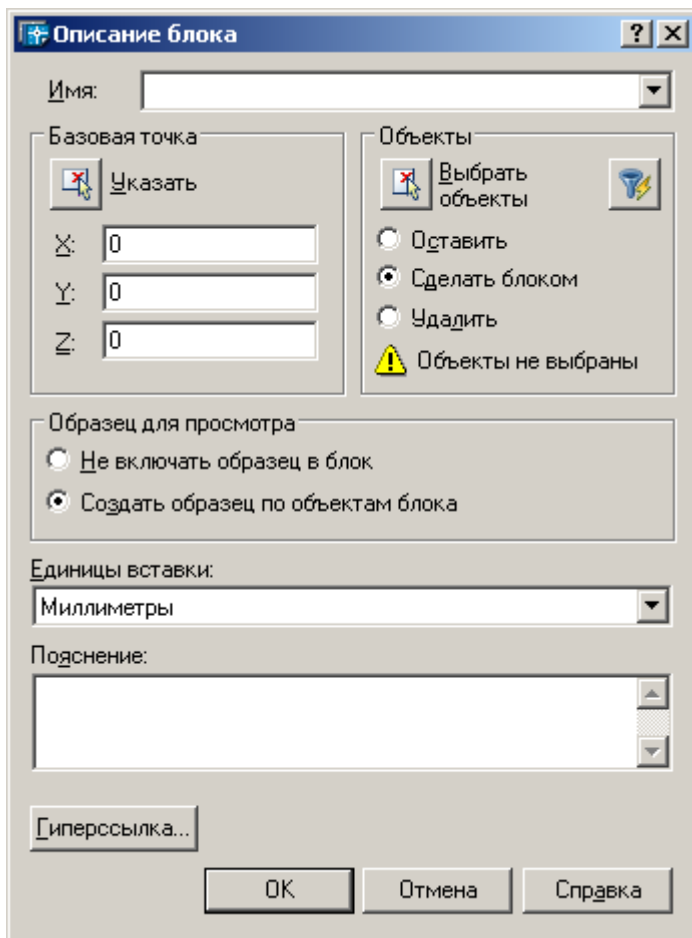

Рис.3 Діалогове вікно «Описание блока»
3. У діалоговому вікні «Описание блока» (рис.3) ввести ім'я блоку.
7. У групі «Базовая точка» (рис.3) задати координати базової точки вставки одним із способів: